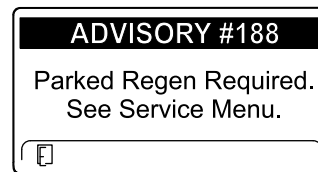

Figura 46
- Richiesta di rigenerazione parcheggiata ADVISORY #188 (Figura 46)